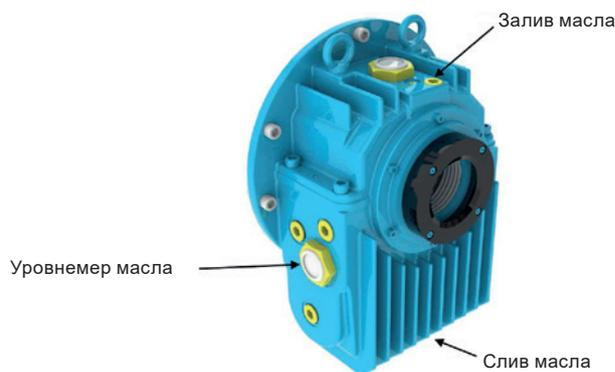

Рисунок 8.3 - Подшипник скольжения
- Слить масло через сливное отверстие в нижней части подшипника (см. Рисунок 8.3);